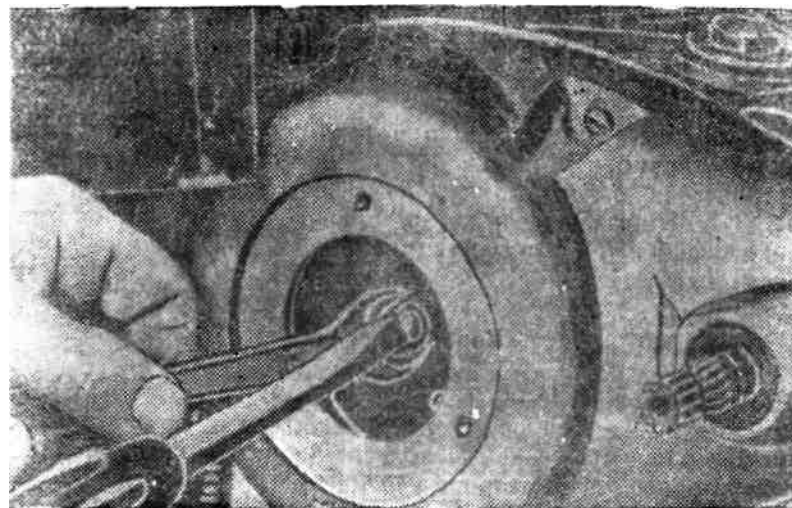

Рис. 5. Регулировка сцепления
2. Проверить уровень масла в коробке передач, который должен достигать нижнего края смотрового люка (стр. 21, рис. 5).